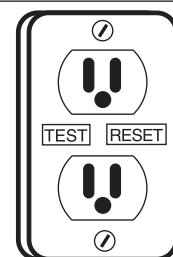

Figure 2
- Il faut installer un disjoncteur de fuite à la terre (Voir la Figure 2).